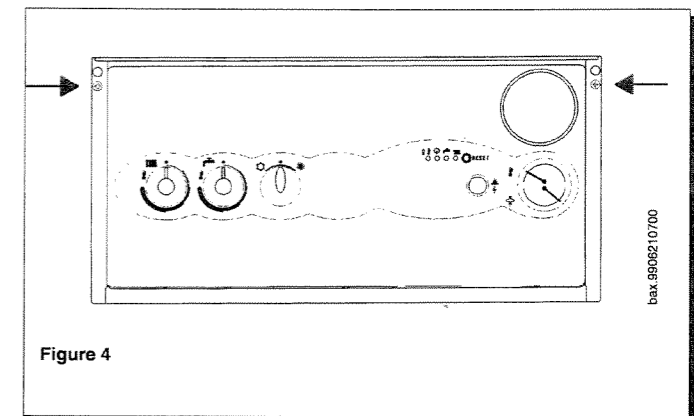

Figure 4
- * enlever les deux vis qui fixent le tableau de commande à la chaudière puis le faire basculer vers le bas (figure 4 de la page 9);